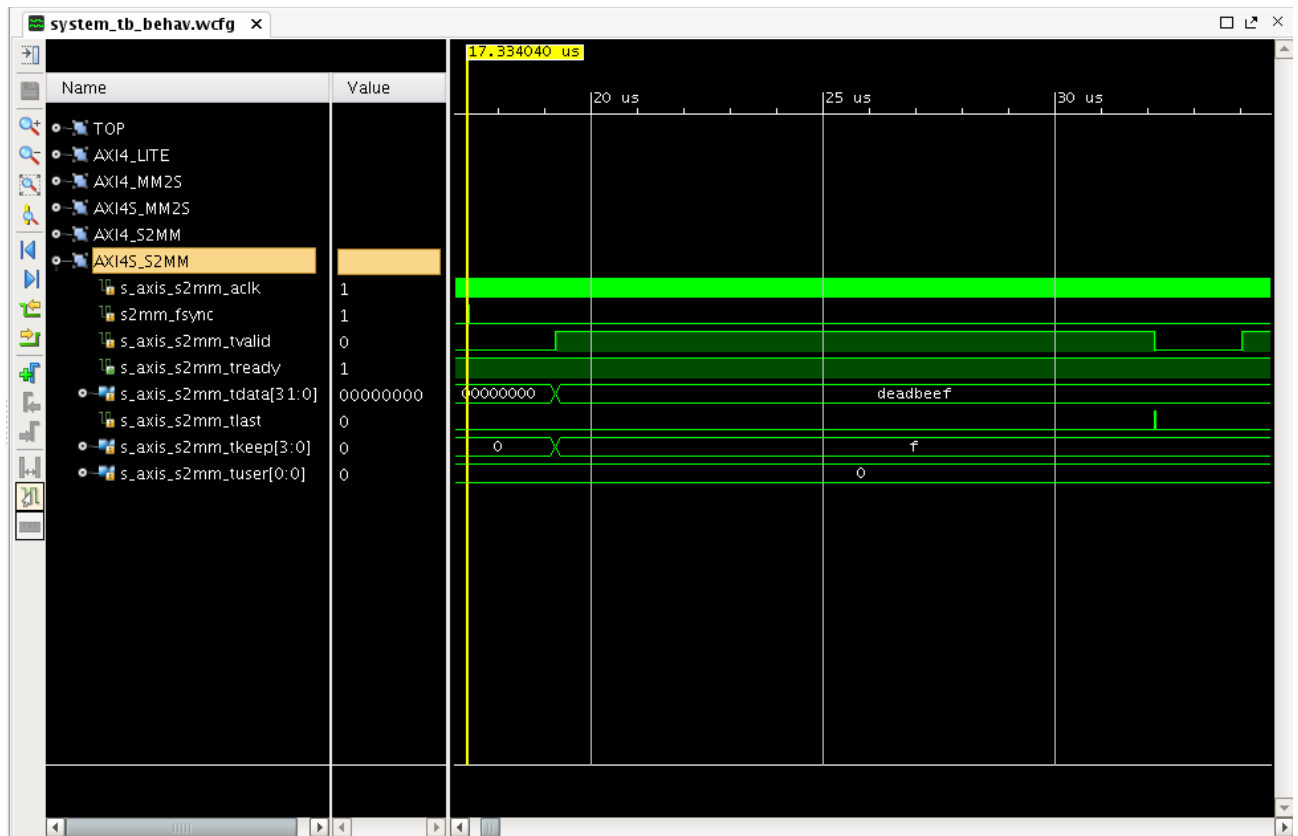

図 6: AXI4S\_S2MM – 水平ラインの終了
- AXI4S\_S2MM グループを展開し、17.3 $\mu$ s ~ 34.0 $\mu$ s 間を拡大表示します。この期間、fsync がアサートされ、fsync から 280 クロック後に tvalid (AXI4-Stream マスター BFM によるアサート) がアサートされます。tvalid が 1920 クロック間アサートされ、1920 クロック目に tlast がアサートされて水平ラインの終了を示します。tready (AXI4 VDMA コアが生成) がアサートされた後、AXI4-Stream インターフェイスからの書き込みデータの準備完了を fsync が示します。これが次のラインでも繰り返されます (280 クロックのブランキング期間と、1 ラインに対して 1920 tvalid クロック)。図 6 にこの様子を示します。